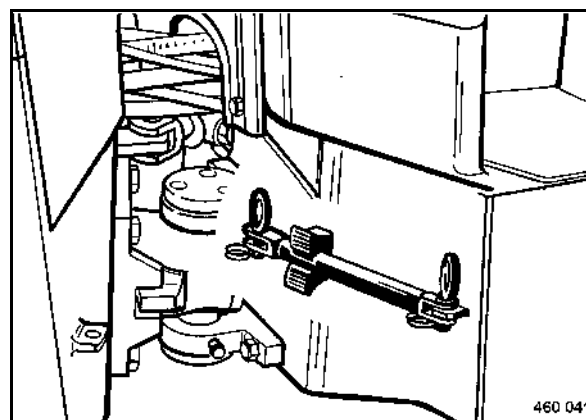

fig. 82
- Retirer la sécurité de blocage après le transport et la placer dans son support (fig. 82).